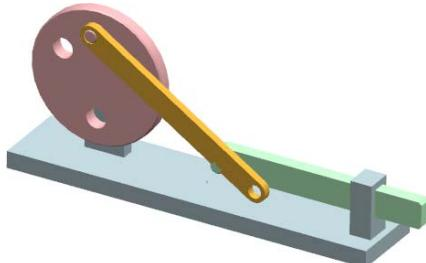

图 3.5.7 修改后的机构模型
(3) 输入新尺寸。在“编辑尺寸”对话框编辑区域的文本框中输入值 150，按 Enter 键确认。
(4) 单击 **确定** 按钮，完成尺寸的修改，修改后的机构模型如图 3.5.7 所示。